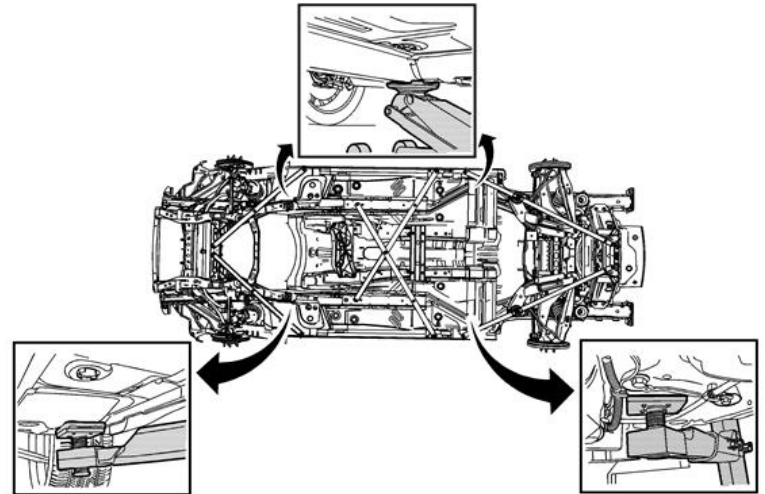

Figura 1
Cuando levante el vehículo con un elevador de contacto de marco, coloque las almohadillas de levantamiento delantero sobre los soportes inferiores delanteros, la parte externa de la brida de soldadura de puntos del estribo y la parte externa del riel del marco delantero, en la ubicación de la caja de torque, como se muestra (Figura 1).
Cuando levante el vehículo con un elevador de contacto de marco, coloque las almohadillas de levantamiento trasero sobre el riel del marco trasero, en la ubicación de la caja de torque, como se muestra (Figura 1).
- Bajo el travesaño del marco delantero, como se muestra (figura 1).
Al usar un gato de servicio bajo la parte trasera del vehículo, coloque la almohadilla del gato en la brida del estribo, en la ubicación de la caja de torque, como se muestra (figura 1).